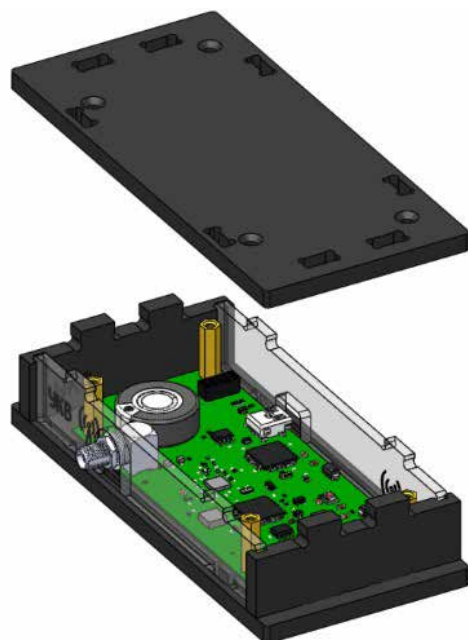

Рисунок 93. Установка верхней крышки
4) Установить верхнюю крышку (обозначена: УКВ↑) на собранный корпус. Для этого совместить вырезы на верхней крышке и выступы двух стенок, двух панелей и защелкнуть, приложив усилия (рисунок 93):